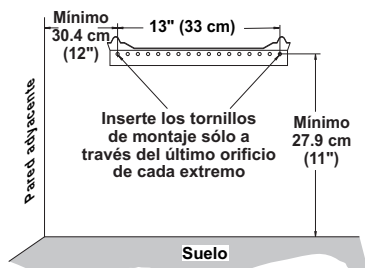

Figura 10 - Distancias mínimas del soporte de montaje
ADVERTENCIA: mantenga las distancias mínimas que se muestran en la figura 10. Si puede, proporcione distancias mínimas mayores con respecto al suelo y la pared de unión.
2. Marque las ubicaciones de los tornillos en la pared (consulte la figura 10).